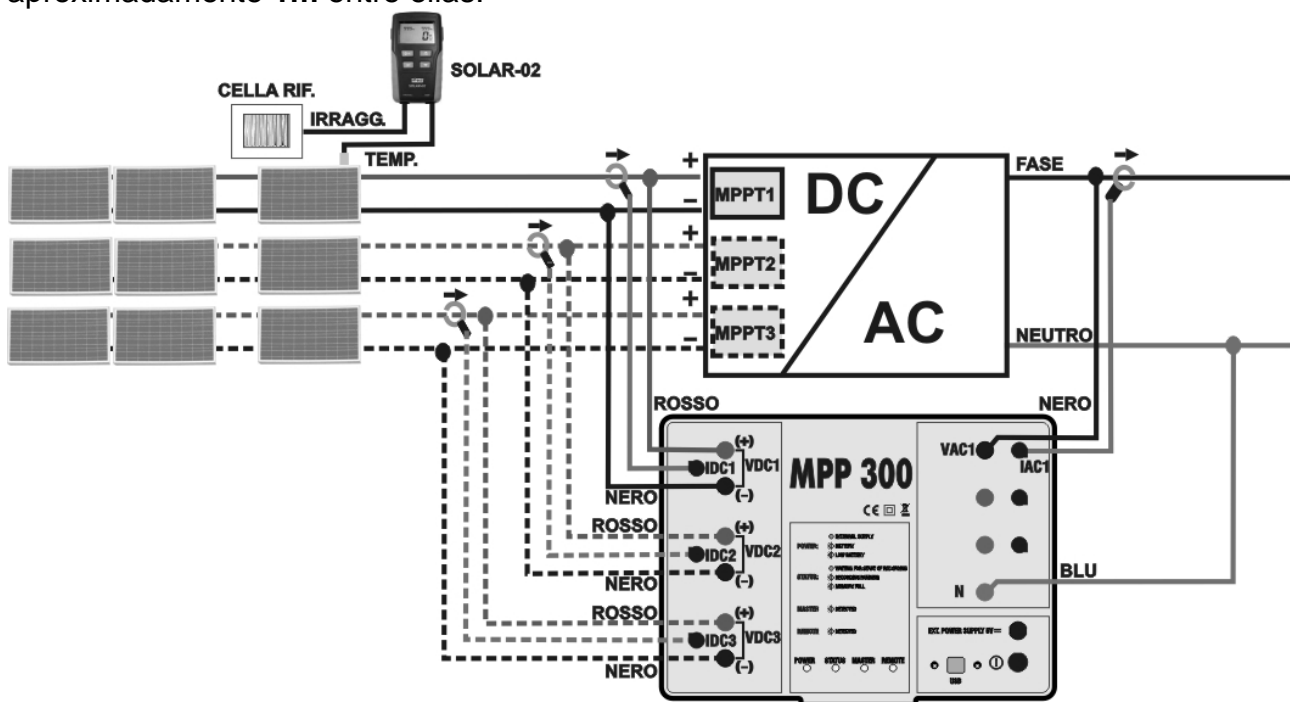
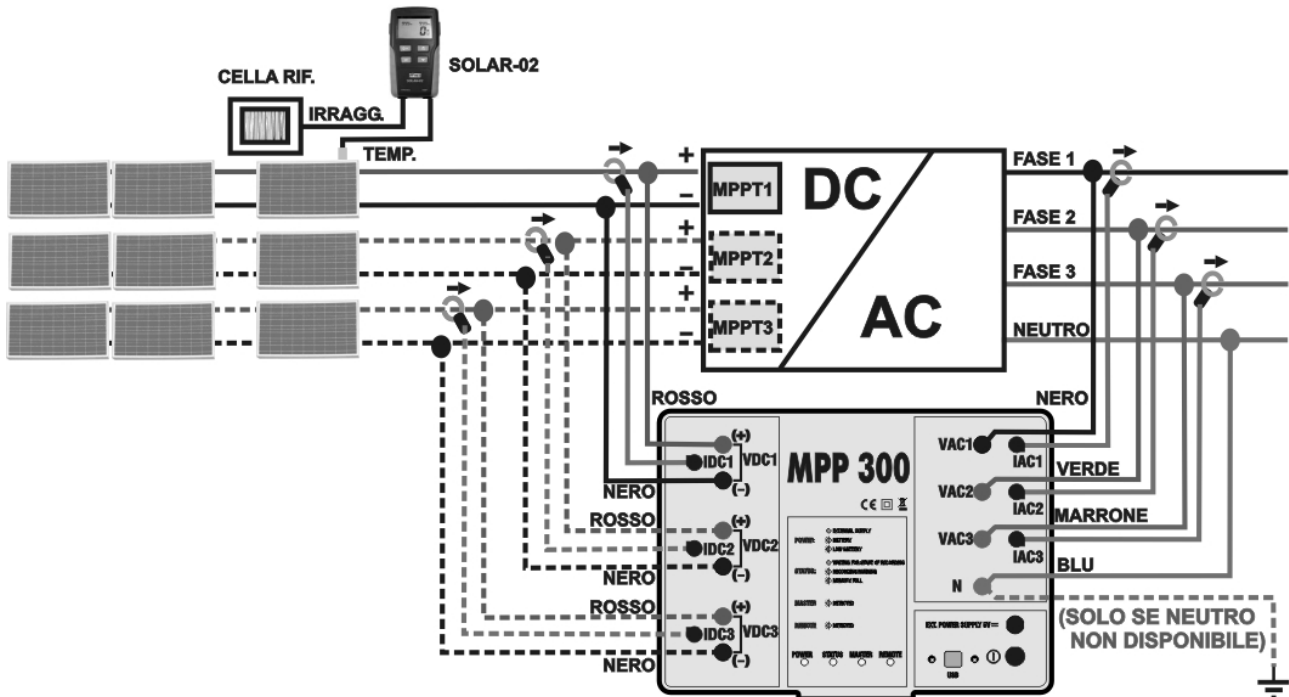

Fig. 2: Conexión del MPP300 para verificación de una Instalación FV Monofásica
Fig. 3: Conexión del MPP300 para verificación de una Instalación FV Trifásica
7. Conecte las entradas **VDC1(+)** y **VDC1(-)** de la unidad **MPP300** a los terminales de salida del [string] respetando las polaridades y los colores indicados en Fig. 2 o Fig. 3.
10. Inserte la pinza de corriente CC en el conductor positivo en salida del [string] **respetando el sentido de la flecha** presente sobre la misma pinza según indicado en Fig. 2 o Fig. 3. Posicione el maxilar de la pinza lo más lejos posible del inverter y del conductor negativo en salida del misma [string].
12. Conecte las entradas **VAC1** y **N** de la unidad **MPP300** respectivamente a los conductores de Fase y Neutro respetando las polaridades y los colores indicados en Fig. 2 o Fig. 3. En el caso de instalaciones trifásicas en las cuales el conductor Neutro no esté disponible, conecte la entrada **N** a Tierra.
14. Conecte la pinza CA en el conductor de Fase L1 **respetando el sentido de la flecha** presente sobre la misma pinza según lo indicado en Fig. 2. o/y Fig. 3. Posicione el maxilar de la pinza lo más lejos posible del inverter y del conductor Neutro. Conecte la salida de la pinza en la entrada **IAC1** del MPP300.